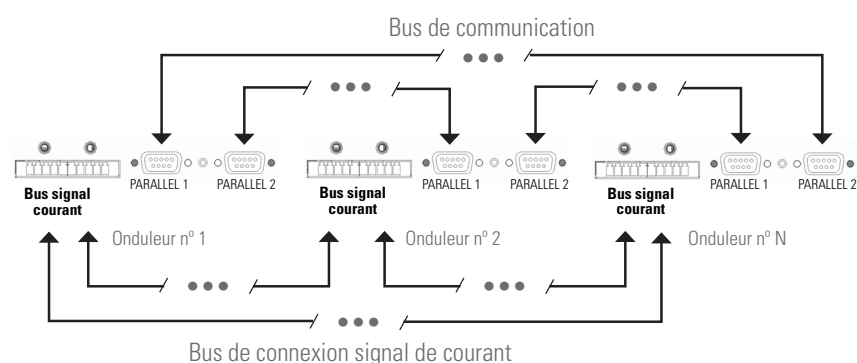

Fig. 45. Connexion bus de communication et signal de courant.
- **Bus de signal de courant.** Pour connecter le signal de courant entre deux équipements, veuillez utiliser le câble pourvu de connecteurs aux extrémités, comme il est illustré à la Fig. 45. Pour finir, il est essentiel de fermer la boucle du bus entre le dernier et le premier équipement.